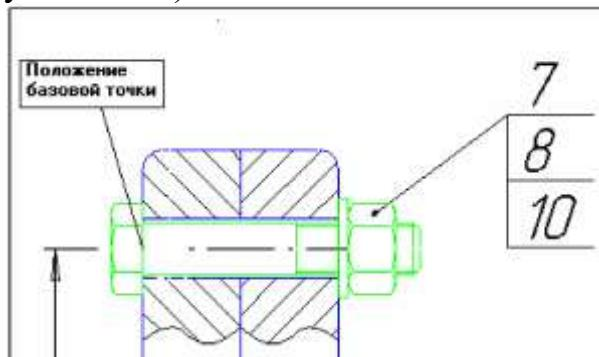

Рисунок 11.16 – Совмещение базовой точки созданного системой фантома с базовой точкой оригинала
16. В окне **Болт – Шайба – Гайка** установите флажок **Создавать объект** спецификации(рисунок 11.16) и щелкните на кнопке **Ok**. Из атрибутов стандартного изделия, хранящегося в библиотеке вместе с его изображением, будет сформирована текстовая часть объекта спецификации.
17. С помощью привязки Ближайшая точка совместите базовую точку созданного системой фантома с базовой точкой оригинала, и щелчком мыши зафиксируйте ее (рисунок 11.16).